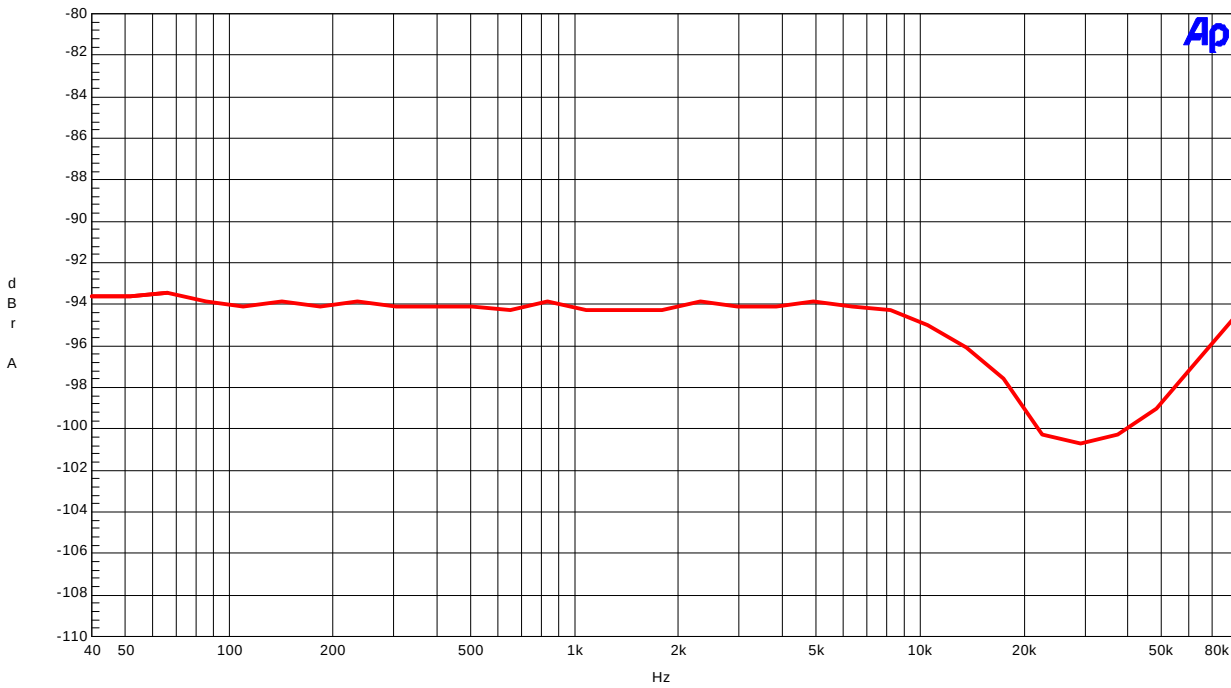

Figure31. THD+N vs fin (Input level=0dBFS)
- Figure31. THD+N vs fin (Input level=0dBFS)